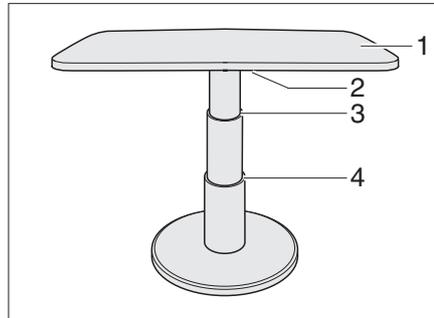

Bild 86 Hubtisch der Rundsitzgruppe
- Den Verriegelungshebel (Bild 86,2) nach links schwenken. Die Verriegelung ist offen.
- Die Tischplatte (Bild 86,1) in der Mitte bis zum gewünschten Anschlag (Bild 86,3 oder 4) nach unten drücken und gedrückt halten.